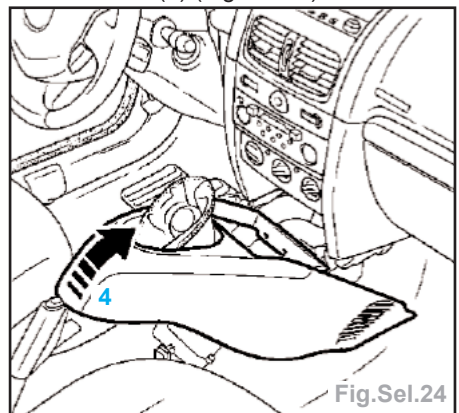

Fig.Sel.24
- dégager la console au niveau du levier de vitesse (4) (Fig.Sel.24).